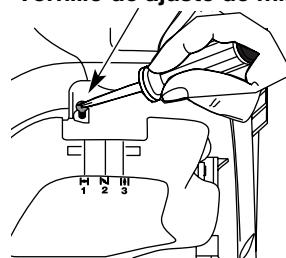

Fig. 32
La velocidad mínima del motor puede ser ajustada. Puede tener acceso al tornillo de ajuste de mínima a través de un orificio en la parte superior de la cubierta del motor (Fig. 32).
2. Suelte el gatillo del regulador y deje que el motor funcione en mínima (). Si el motor se para, inserte un destornillador Phillips pequeño en el orificio de la cubierta del motor (Fig. 32). Gire el tornillo de mínima hacia adentro, en sentido horario, de a 1/8 de vuelta por vez (según sea necesario) hasta que el motor funcione en mínima suavemente.